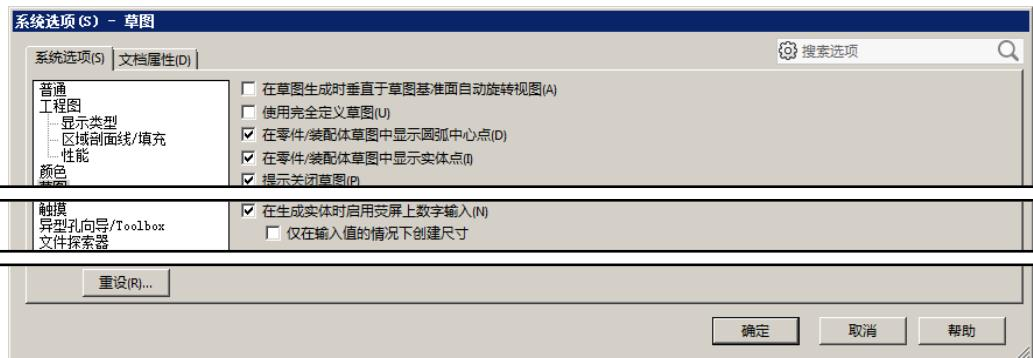

图 4.11.1 “系统选项 (S) – 草图”对话框
- (1) 选择下拉菜单 **工具(T)** → **选项(O)...** 命令。
- (2) 在弹出的“系统选项”对话框的列表框中选择**草图**选项，如图 4.11.1 所示。